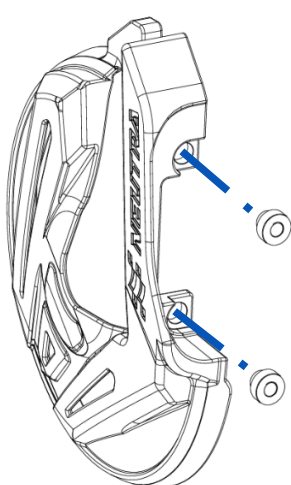
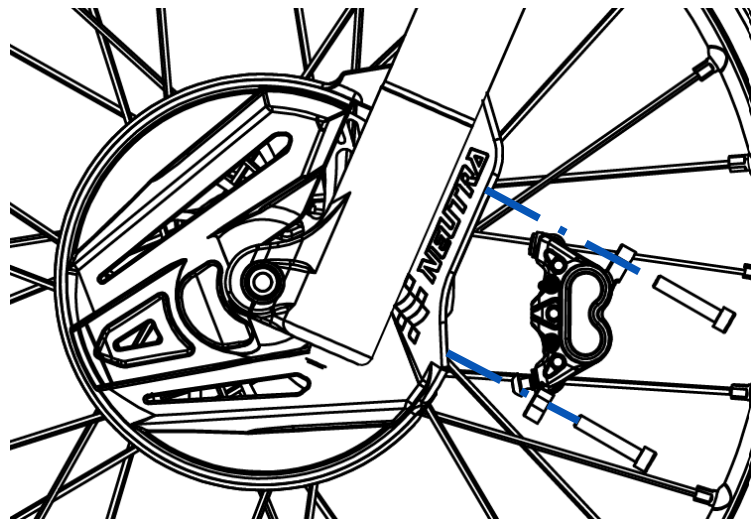

Fig. 12a
Fig. 12b
10. Monte el protector de disco delantero juntamente con los casquillos (Fig. 12a). Posteriormente, sitúe la pinza de freno y haga coincidir los 2 tornillos de cabeza cilíndrica Allen M6 (Fig. 12b). Dar un par de apriete de 1,2 Kgf.m a los tornillos de sujeción de la pinza delantera.